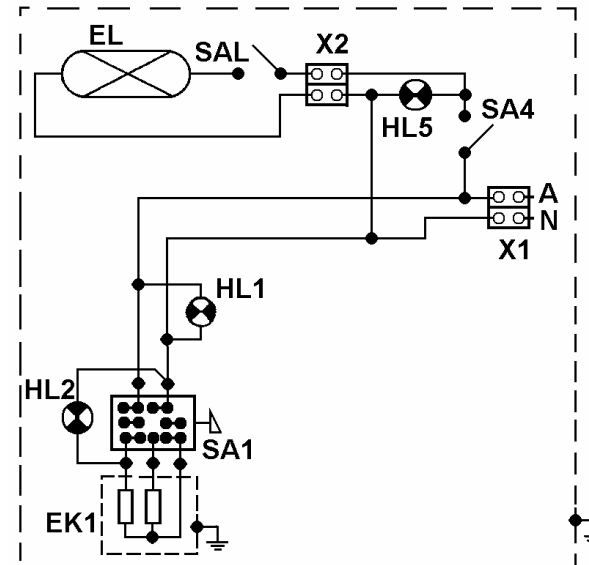

Рис. 5
8.5 Схема электрическая принципиальная приведена на рис. 5.
пления стойки к каркасу и подключить провода шнура электропитания светильника к зажимам промежуточной клеммной колодки (X2, см. рис.5);